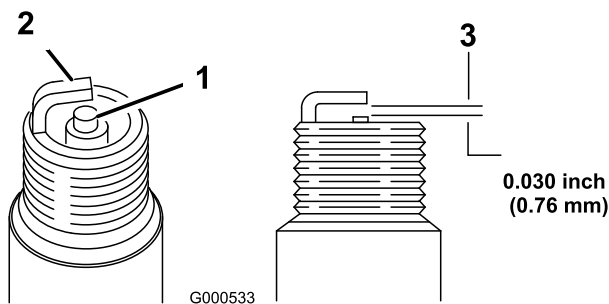

Figura 35
1. Inspeccione a vela de ignição (Figura 35).
2. Verifique a folga entre os eléctrodos central e lateral (Figura 35).